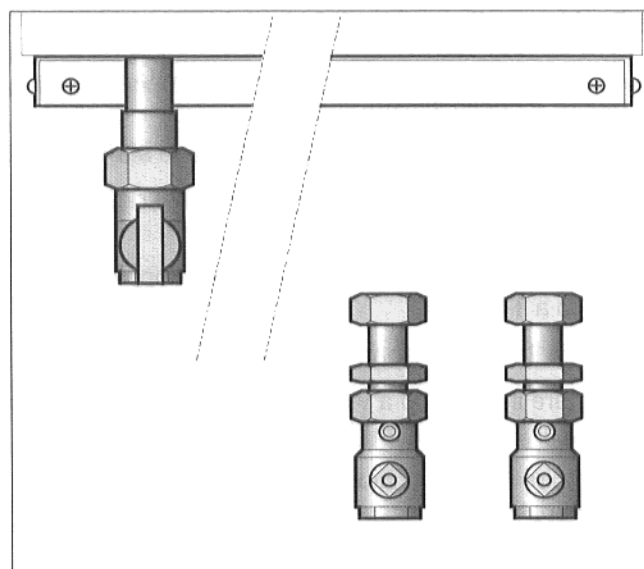

Fig. 3: rubinetti di manutenzione, rubinetto del gas
- Ermetizzare e montare i rubinetti di manutenzione al collegamento murale della mandata e del ritorno (Fig. 3).
- Montare i giunti (Fig. 3).
- Ermetizzare il rubinetto del gas al collegamento murale ed all'apparecchio. Tenere presente l'anello torico integrato (Fig. 3).